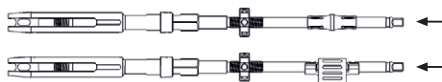

Fig. 12
- Introduzir juntamente no tubo externo FRI, ver Fig. 12.